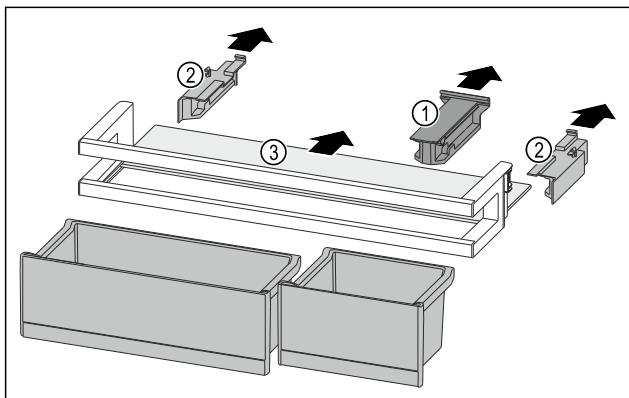

Fig. 83
- Снимите крепление Fig. 83 (1).
- Снимите боковые части Fig. 83 (2).
- Извлеките съемную полку Fig. 83 (3).